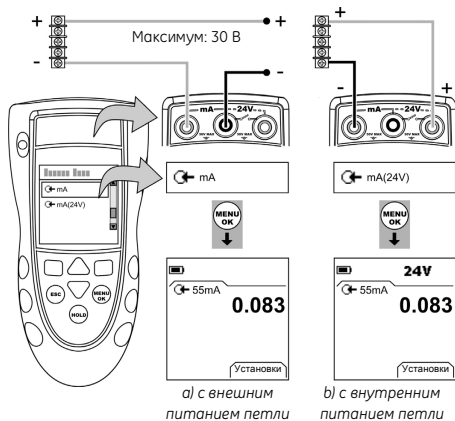

Рисунок 5: Пример конфигурации – Измерение мА
1. Подключите прибор (Рисунок 5) и, при необходимости, отрегулируйте *Настройка* (Таблица 1).